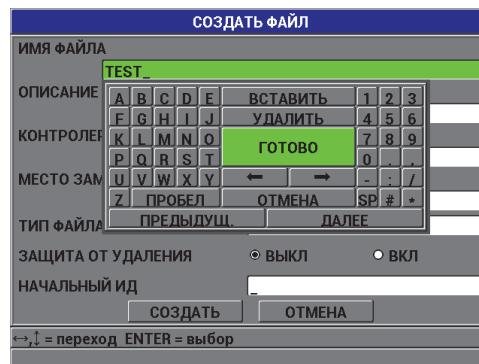

Рис. 7-2 Экран СОЗДАТЬ ФАЙЛ
2. В окне **СОЗДАТЬ ФАЙЛ** (см. Рис. 7-2 на стр. 124):
- В окне СОЗДАТЬ ФАЙЛ (см. Рис. 7-2 на стр. 124):
- В окне **СОЗДАТЬ ФАЙЛ** (см. Рис. 7-2 на стр. 124):